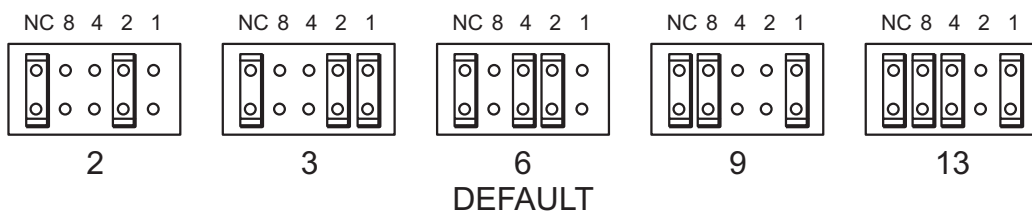

Figura 3a: verificar a ID SCSi da unidade
A ID SCSI é definida pelos jumpers em um conjunto de pinos atrás da unidade. Use uma pinça ou um alicate pequeno para mover os jumpers de acordo com o padrão correspondente à ID desejada; veja a Figura 3a. Quando você não instala jumpers, o firmware define a ID SCSI 6 padrão para a unidade. Se instalar jumpers, o jumper da esquerda (NC) sempre deverá estar ativado.